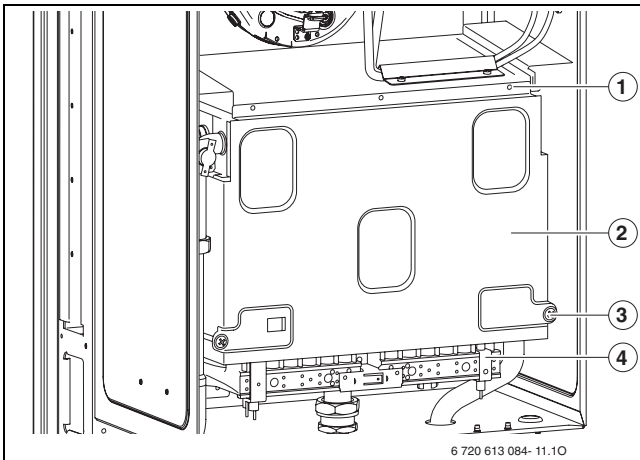

Fig. 56 Apertura del quemador
- ▶ Desmontar la parte delantera de la cámara de combustión y retirar el quemador (→ Fig. 56).